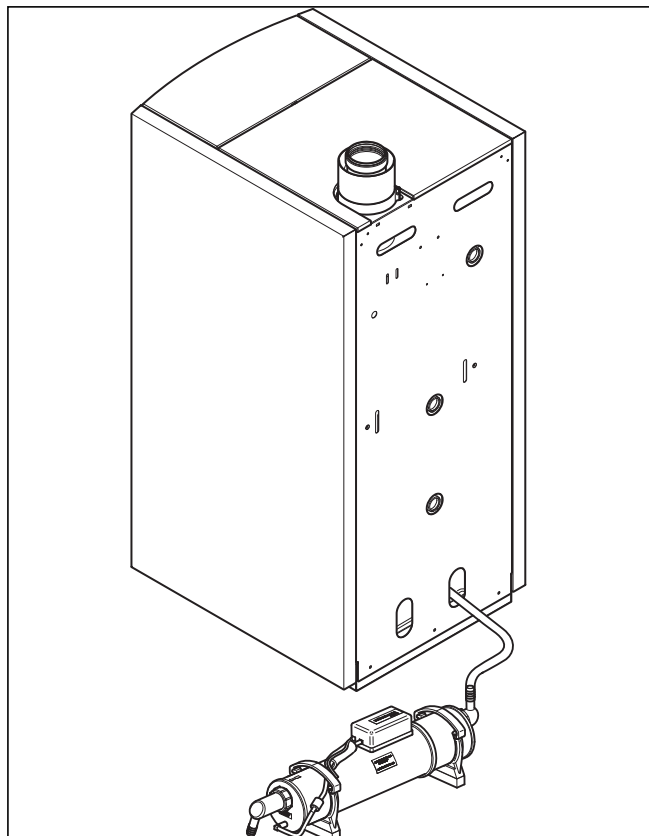

Abb. 3.3 Öl-Neutralisationseinrichtung platzieren (1)
- Führen Sie den Ablaufschlauch/Kondensatschlauch durch die Öffnung in der Rückwand nach draußen (→ **Abb. 3.3**).